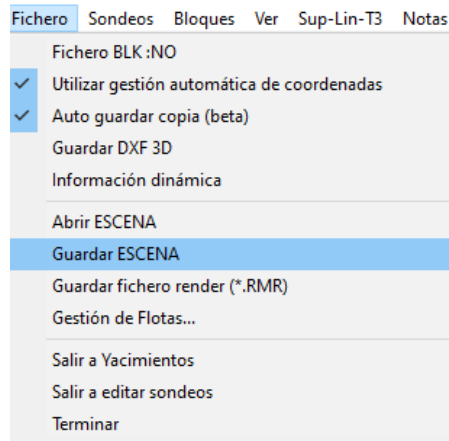

Figura 500. Guardar archivo.
73. En el menú superior, seleccionar el botón “Fichero” y dar clic en “Guardar escena”. Figura 500.